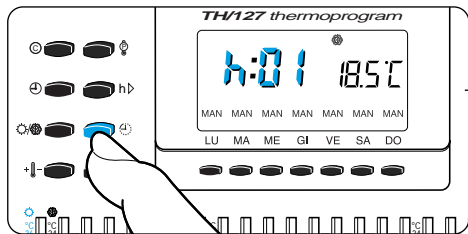

Fig. 24
9.1 - Premere il pulsante , con il termostato in funzionamento automatico o manuale (fig. 24).